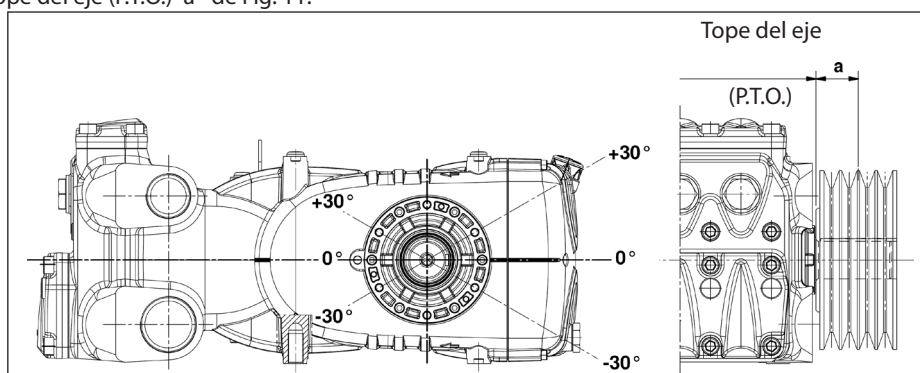

Fig. 11
La transmisión es considerada adecuada si tal carga es aplicada a una distancia máxima $a = 40$ mm del tope del eje (P.T.O) como se indica en la Fig. 11.
- b) Utilizar correas de alto rendimiento – por ejemplo **XPB** en lugar de **SPB** – ya que resultará necesario una cantidad inferior de correas en paridad de potencia transmitida y una consecuente distancia inferior de la resultante con respecto al tope del eje (P.T.O.) “a” de Fig. 11.
- e) Seguir la dirección del tiro de la correa como se indica en la Fig. 11 para exigencias diferentes ponerse en contacto con la **Oficina Técnica** o el **Servicio de Asistencia al Cliente**.